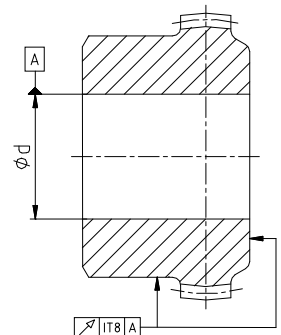

Bild 5: Rund- und Planlaufgenauigkeit
- Bei Herstellung der Nabenbohrung (Stahlnaben) durch den Kunden ist die Rund- bzw. Planlaufgenauigkeit (siehe Bild 5) einzuhalten.